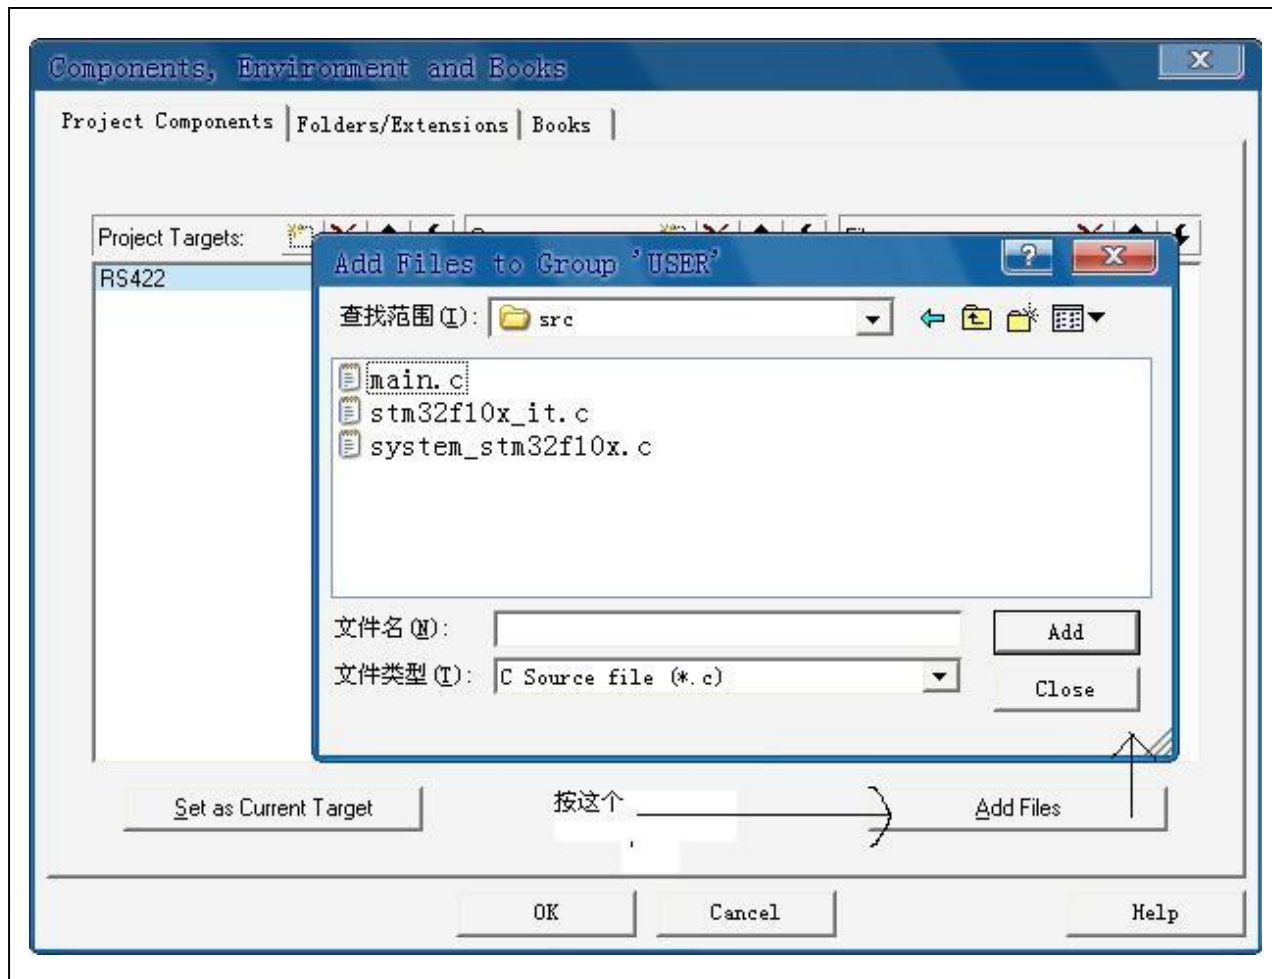

图 6
4.3 在“USER”条目的“Files”栏中添加目录“V1” è “USER” è “SRC” 下的“main.c”、“stm3210x_it.c” 2 个文件，通过窗口的“Add Files”按钮可以添加文件（见图 6）。